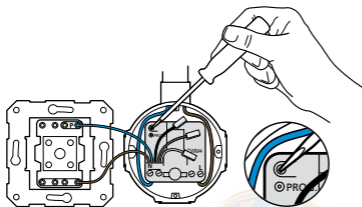

Figura 5. Activar y desactivar el modo de programación.
- Pulse el botón de programación durante al menos tres segundos (vea figura 5). Al soltarlo el LED rojo se queda encendido.